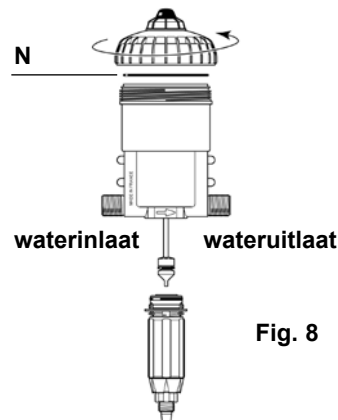

Fig. 8
- De DOSATRON kan nu weer in elkaar gezet worden, (eerst dekselfpakking schoonmaken fig.8-N)